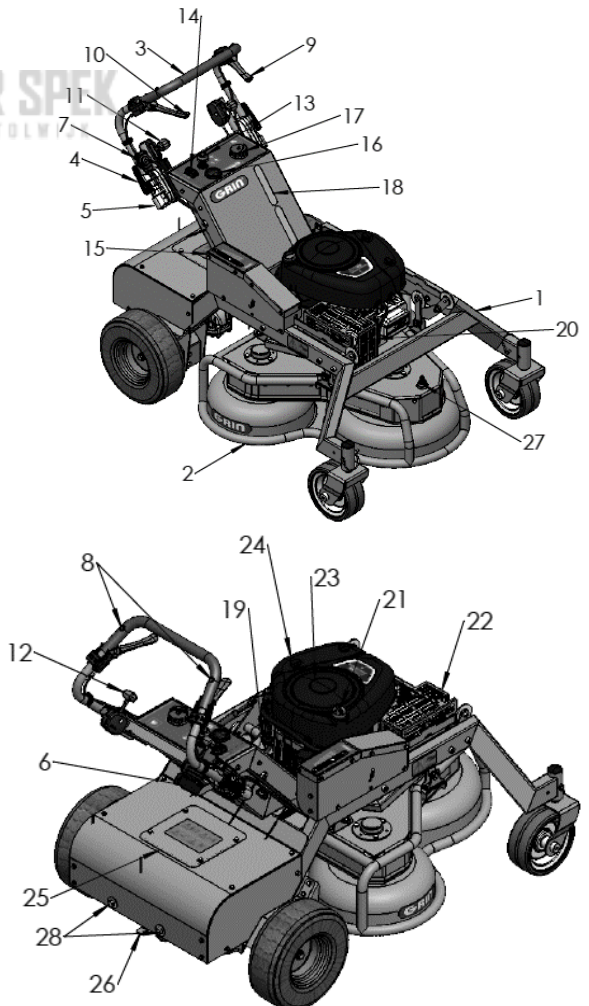

Abb. 7 - Komponenten der Maschine
Ihr Grin XM wird mit Öl im Motor ausgeliefert. Nach ca. 5 Betriebsstunden wird empfohlen, den Ölstand mit dem Ölmesstab (Abb.7_21) zu prüfen und ggf. nachzufüllen. Ölmenge und -typ sind dem Motorhandbuch zu entnehmen.
2. Den Tankdeckel abschrauben (Abb. 7_17), nachdem er und der Bereich um ihn von evtl. Verunreinigungen befreit wurden.
3. Füllen Sie mit Hilfe eines Trichters normales grünes Benzin ein. Sie können den Benzinstand mit Hilfe der Kraftstoffstandanzeiger an der Maschine überprüfen (Abb.7_18) Füllen Sie nicht über den sichtbaren Stand hinaus auf, lassen Sie Raum für die Kraftstoffausdehnung. Evtl. übergelaufenes oder verschüttetes Benzin sofort beseitigen und dem Benzin kein Öl zumischen.
6. Öffnen Sie den Benzinhahn zwischen Tank und Motor. (Abb.7_19). Es wird empfohlen, den Hahn während des Transports immer zu schließen, damit nicht zu viel Benzin in den Motor gelangt.
Hinweis: Stellen Sie bei kaltem Motor den Hebel zur Einstellung der Motordrehzahl (Bild 7_12) in die Choke-Stellung.
!!! ACHTUNG !!! Nach dem Anlassen des Motors ist der Drehzahlverstellhebel (Bild 7_12) sofort aus der Position Choke zu entfernen.
Ihr XM ist mit einer elektronischen, millimetergenauen Mähhöhenverstellung ausgestattet. Drücken Sie nach dem Einschalten des Geräts die Taste für die Höheneinstellung (Abb. 7_14), um das Schneidsystem anzuheben oder abzusenken. Sie können die eingestellte Höhe über die Höhenanzeige (Abb.7_15) ablesen. Wenn Sie den Anzeiger in Richtung des grünen Bereichs bewegen, wird die Mähhöhe erhöht. Wenn Sie den Anzeiger in Richtung des roten Bereichs bewegen, wird die Mähhöhe verringert. Für einen optimalen Schnitt wird empfohlen, die Anzeige nicht in den roten Bereich zu bringen.
1. Lösen Sie nach dem Anlassen des Motors die Feststellbremse, indem Sie den Hebel (Abb.7_6) nach rechts und dann nach oben bewegen.
2. Nachdem Sie überprüft haben, dass die Mähhöhe korrekt ist, starten Sie das Schneidsystem, indem Sie den gelben Pilz am Armaturenbrett anheben (Bild 7_13).
3. Bewegen Sie den Schalthebel (Abb. 7_11) nach vorne oder hinten. Bewegen Sie den Hebel behutsam, um die Geschwindigkeit allmählich zu verändern, insbesondere wenn Sie den Rückwärtsgang einlegen. Abrupte Geschwindigkeitsänderungen können dazu führen, dass der Bediener das Gleichgewicht verliert.
4. Um die Maschine zu lenken, drücken Sie den linken Hebel (Abb.7_9), um nach links zu fahren und den rechten Hebel (Abb.7_10), um nach rechts zu fahren. Je fester der Hebel gedrückt wird, desto enger wird die Kurve. Wenn der Hebel ganz gedrückt wird, dreht sich die Maschine um sich selbst.
1. Bringen Sie den Vorwärts/Rückwärts-Hebel (Bild 7_11) in die Neutralstellung (N)
2. Ziehen Sie die Feststellbremse an, indem Sie den Hebel nach unten bewegen (Abb.7_6).
3. Schalten Sie das Schneidsystem aus, indem Sie auf den gelben Pilztaster am Armaturenbrett drücken (Abb.7_13).
4. Lassen Sie die Sicherheitstasten (Abb.7_8) los, um die Maschine auszuschalten.
1. Lösen Sie die Befestigungsschrauben des On-Board-Kits (Abb.7_28), positionieren Sie die Platte und ziehen Sie die Schrauben wie in der Abbildung oben an. Ziehen Sie die Schrauben mit einem Drehmoment von 50 Nm an.
- III. Öffnen Sie das Batteriefach, indem Sie die vier Schrauben lösen, mit denen die Klappe befestigt ist (Abb.7_25). Klemmen Sie die Batterie ab und schließen Sie sie an ein Ladeerhaltungsgerät an.